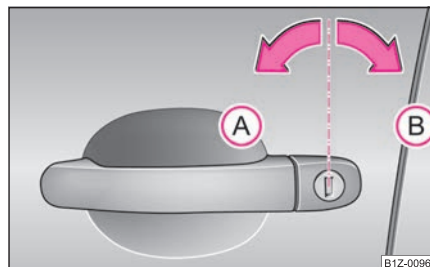

Fig. 26 Pozițiile cheii pentru încuiere și descuiere
- Rotiți cheia în încuietorea ușii conducătorului auto în poziție de descuiere (A) ⇒ fig. 26 spre stânga.
- Rotiți cheia în încuietoarea ușii conducătorului auto în poziție de încuiere **(B)** spre dreapta ⇒ **pagina 38, fig. 26.**